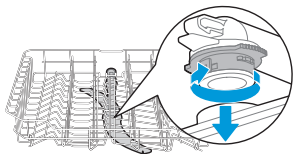

Fig. 1
2. Para retirar a hélice pulverizadora superior, segure a base pelo meio, gire a hélice no sentido anti-horário (Fig. 1).